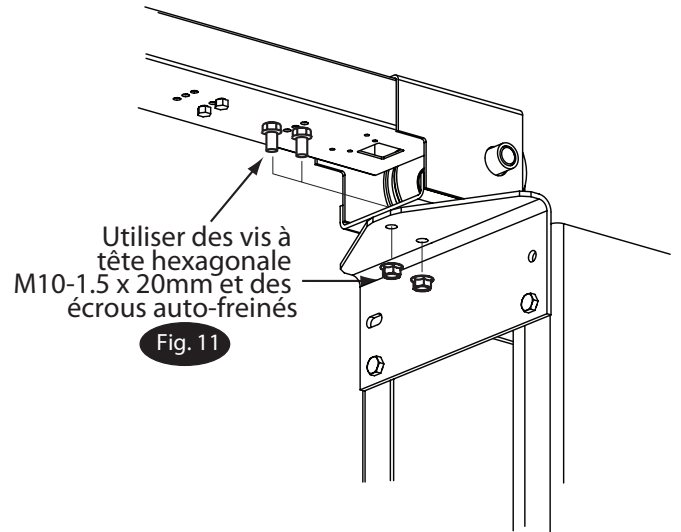

Fig. 11
**11. Installation supérieure :** Installer l'assemblage supérieur sur le support de montage à l'aide de (2) vis à tête hexagonale M10-1,5 x 20 mm et (2) écrous auto-freinés à bride M10-1,5 (fig. 11). Serrer les boulons au centre sur l'assemblage supérieur.